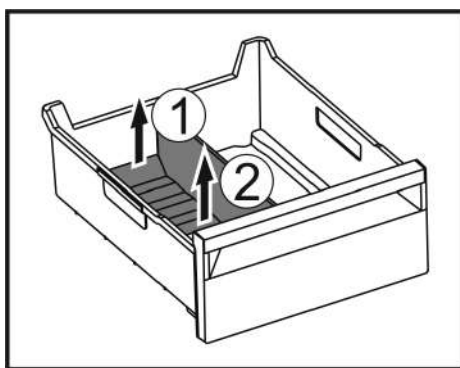

Fig. 145
- ▶ Podignite stražnji dio pregrade ladice za led. Fig. 145 (1)
- ▶ Izvadite pregradu ladice za led prema gore. Fig. 145 (2)